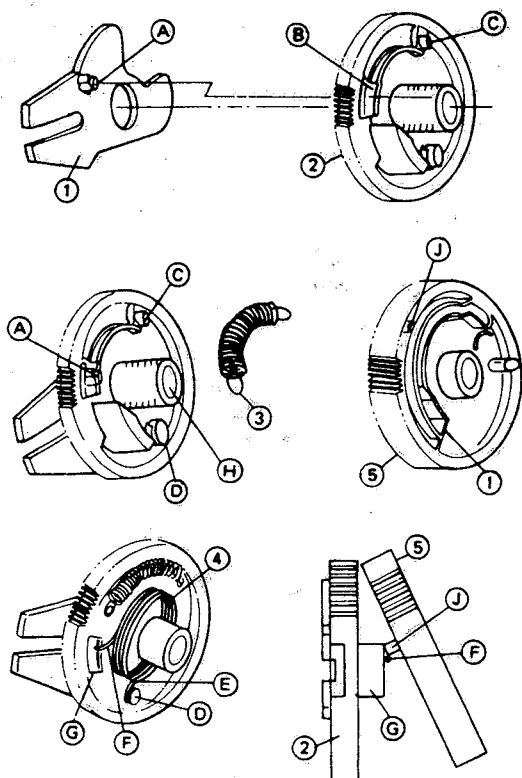

Figure 1-3.
• **Mise en place de l'ensemble de roue à vis sans fin (Fig. 1-3)**
1. Mettre le segment (A) du bras menant (1) dans le trou B du pignon menant (2).
2. Fixer les deux embouts du ressort menant (3) sur le segment (A) du bras menant et sur le segment (C), respectivement.
3. Fixer l'embout E du ressort menant à mouvement alternatif (4) dans le segment (D) de l'ensemble de pignon d'entraînement et monter son autre embout (F) dans le segment (G) du pignon menant. A cette étape, maintenir avec la main l'embout (F) du ressort menant à mouvement alternatif.
4. Fixer le segment de pignon de roue à vis sans fin (5) sur le segment (G) du pignon menant.
5. A l'aide d'un tournevis conique, accrocher l'embout (F) du ressort menant à mouvement alternatif sur le segment (J) du pignon de roue à vis sans fin. Vérifier que les deux embouts du ressort menant à mouvement alternatif sont bien engagés dans les segments respectifs sur l'ensemble de pignon menant.
6. Maintenir le pignon menant d'une main et tourner le pignon de roue à vis sans fin dans le sens inverse des aiguilles d'une montre. De cette manière, le segment (C) du pignon menant sera engagé avec le trou (I) du pignon de roue à vis sans fin (5). (Pendant ces opérations, le pignon de roue à vis sans fin ne risque pas de tourner en sens inverse, mais il est susceptible de se désolidariser de l'axe (H) du pignon menant. Pour éviter que cela se produise, maintenir le pignon menant et le pignon de roue à vis sans fin avec la main.)